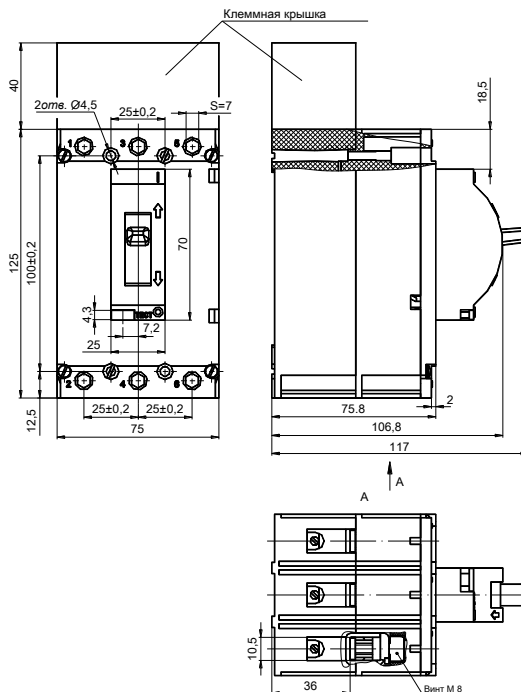

Рисунок 5. Габаритные, установочные, присоединительные размеры и масса выключателя
- снять клеммную крышку рисунок 5а.